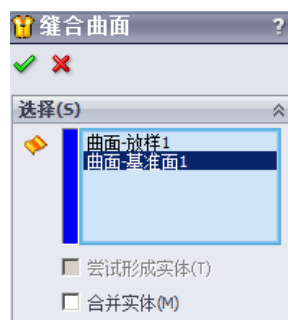

图 5.6.2 “缝合曲面”对话框
Step2. 选择命令。选择下拉菜单 **插入(I)** → **曲面(S)** →  **缝合曲面(S)...** 命令，系统弹出图 5.6.2 所示的“缝合曲面”对话框。